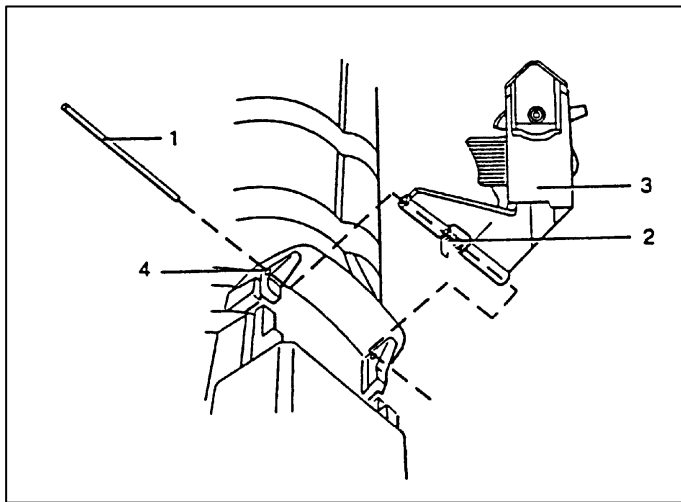

Fig 4-5. Montagem do Aparelho de Pontaria
(3) Montagem (Fig 4-5)
- (a) Coloque a alça (massa) (3) de mira na sua base (4).
- (b) Insira o pino (1) em um dos orifícios da base (4), o bastante para manter a alça (massa) de mira em seu lugar.
- (c) Coloque a mola (2) de acordo com a figura abaixo.
- (d) Coloque o pino (1) através da mola e da alça (massa) de mira (3), fixando-os.